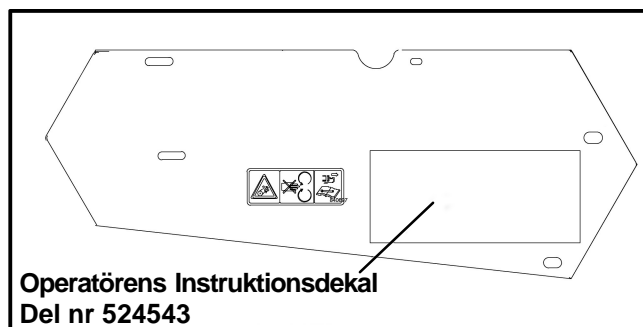

FIGUR 16
25. Flytta på motorn om bromsbandet inte kan justeras. Skårorna på motorplåten bör indikera mellan 5,5 mm och 6,3 mm (7/32 och 1/4 tum). Se figur 16.